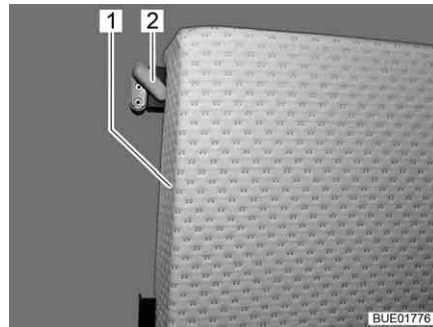

Fig. 139 Fijación de cojín adicional
- Girar la barra de bloqueo (Fig. 139,2) y sacar el cojín adicional (Fig. 139,1) del soporte en el armario.